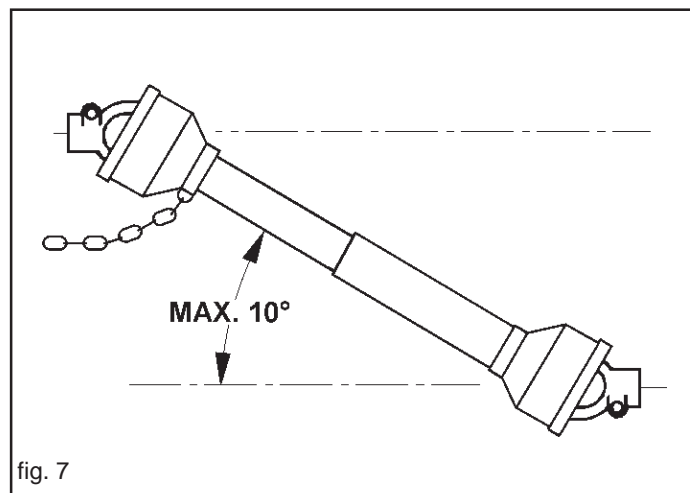

fig. 7
- 12) Die Zapfwelle immer ausschalten, wenn die Kardanwelle einen zu großen Winkel einnimmt (nie über 10 Grad – Abb. 7) und wenn sie nicht gebraucht wird.